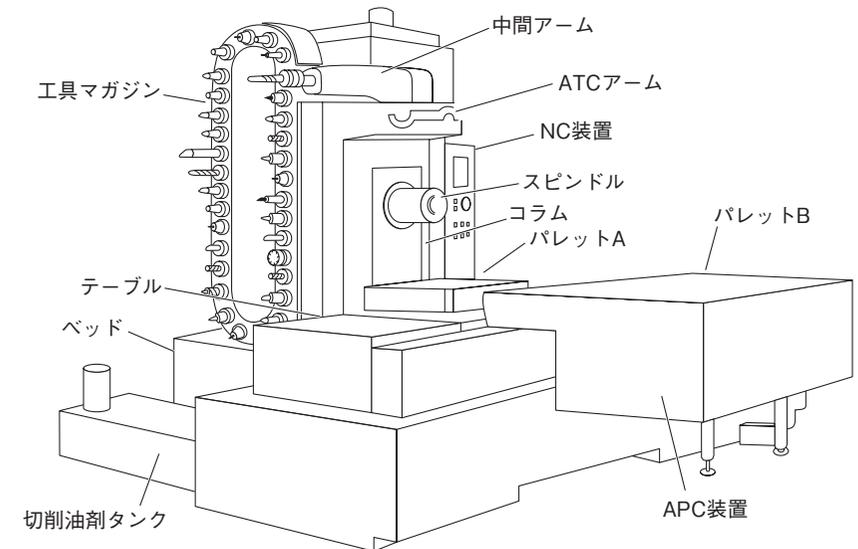

図1-3 マシニングセンタの構成要素例
**A** 図1-3に代表的な横形マシニングセンタの各部の名称を示す。実際には、たくさんのバリエーションがあるので、あくまでも一例と考えるとよい。